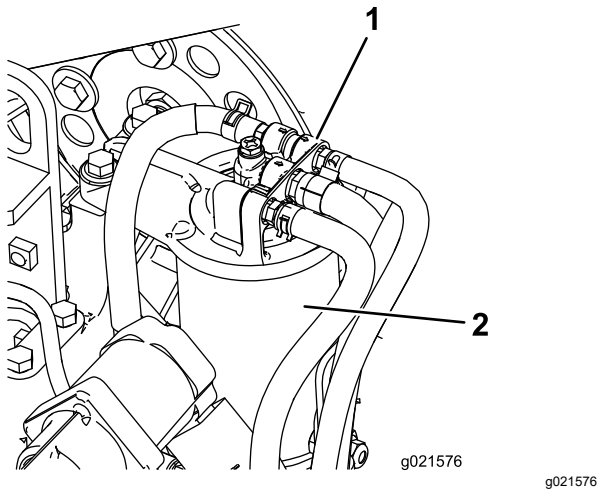

Bild 87
1. Reinigen Sie den Bereich um den Kraftstofffilterkopf (Bild 87).
2. Entfernen Sie den Filter und reinigen Sie die Befestigungsoberfläche des Filterkopfes (Bild 87).